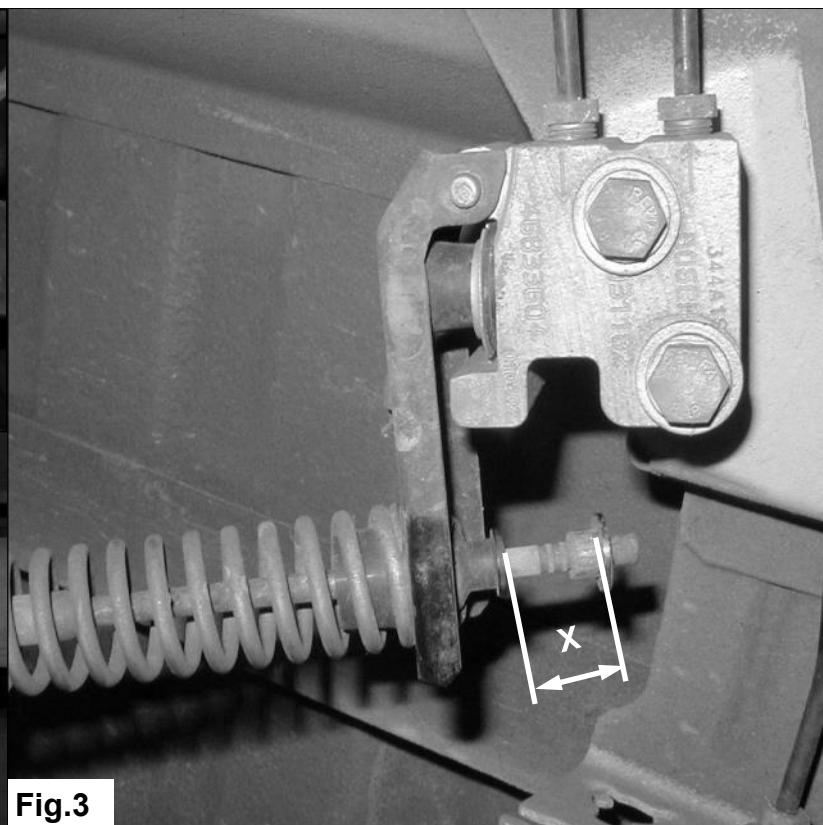

Fig.3
4. Ajoutez **deux mm** à la **valeur X** préalablement mesurée et réglez à nouveau la nouvelle **valeur X +/- 0,2 mm**. Voir fig. 3. Le réglage se fait au moyen de la pièce coulissante 2.
1. Innan montering av mad fjädrarna så måste X-värdet mätas. Se fig 3.